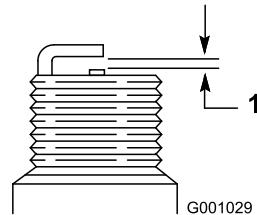

Figura 46
4. Regolate la luce tra gli elettrodi della candela a 0,76 mm (Figura 46).